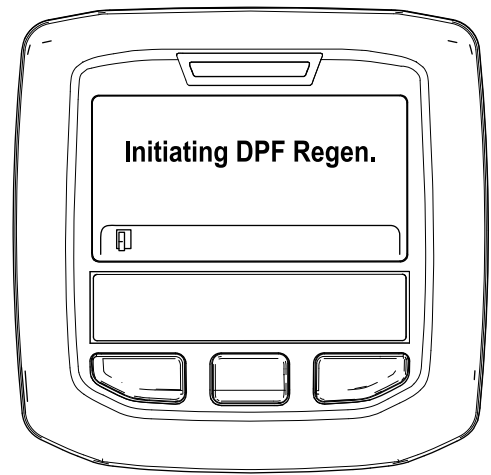

Figura 48
- A. Surge a mensagem "Initiating DPF Regen. (A iniciar Regen. DPF.) (Figura 48).